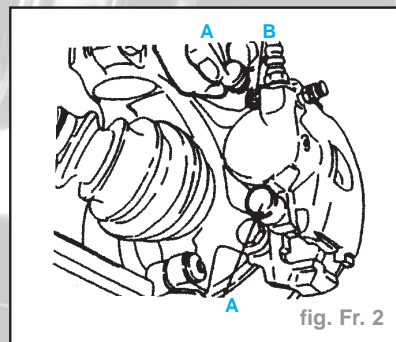

fig. Fr. 2
- Enlever les bouchons en caoutchouc (A) des vis de fixation de l'étrier. A l'aide d'une clé Allen, déposer les vis de fixation (B) puis dégager l'étrier (fig. Fr. 2).
- Enlever les vis de fixation de la patte d'ancrage de l'étrier (fig. Fr. 2). Déposer l'étrier et dégager le flexible de frein. Monter des bouchons d'obturation pour éviter toute perte excessive de liquide de frein.